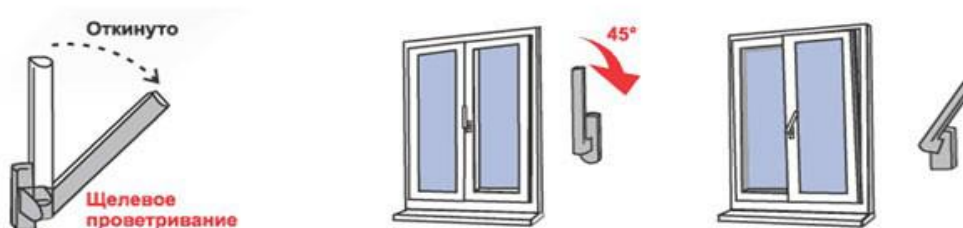

Рис. 3
4. Для перевода створки в положение «Проветривание» ручку поворачивают из положения «Откинута» в положение «Проветривание» на 45 градусов (см. Рис. 3). При этом створка окна (после небольшого поворота относительно нижней горизонтальной оси) фиксируется, будучи неплотно прижатой к раме окна сверху. Зазор между рамой окна и створкой (в верхней части) в данном режиме может составлять от 5 до 10 мм. и регулируется небольшим поворотом ручки (**щелевой режим**).